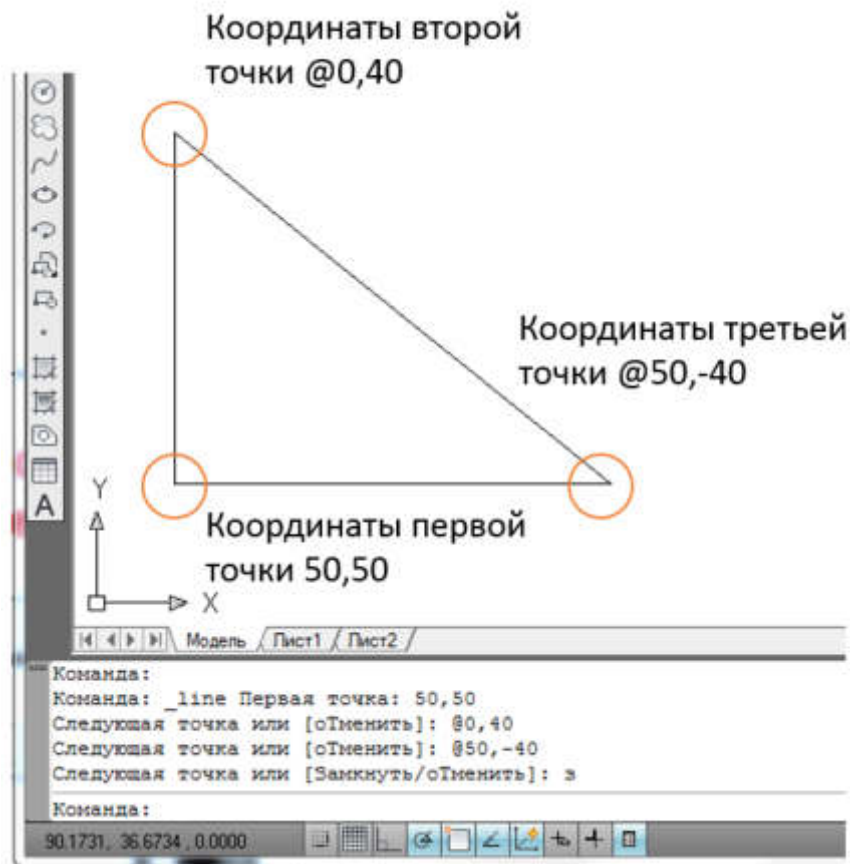

Рисунок 2.2 – Построение треугольника с помощью команды «Отрезок» в относительных координатах
*Построим треугольник с помощью команды «Отрезок» в относительных координатах (рис. 2.2).*